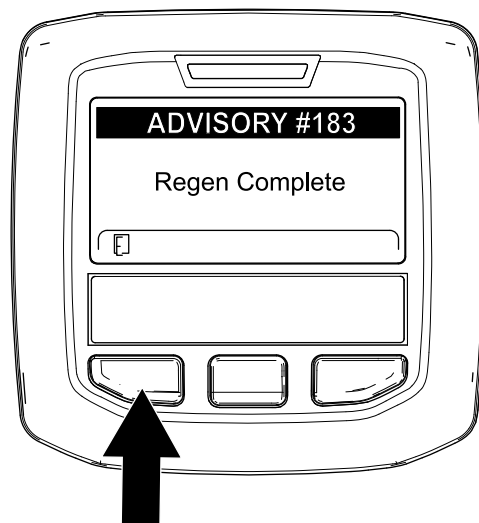

Figura 62
9. Cuando el ordenador del motor finaliza una regeneración con la máquina aparcada o una regeneración de recuperación, el InfoCenter muestra ADVISORY #183 (Aviso n.º 183) (Figura 62). Pulse el botón de la izquierda para salir a la pantalla de inicio.